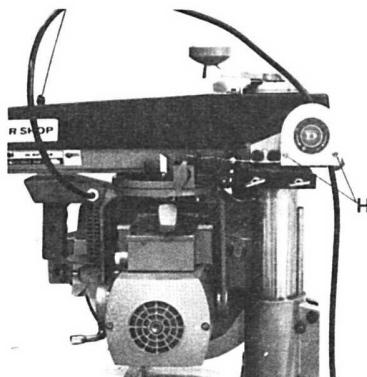

Fig. 25
Please note that the signs - or + indicate heavier or lighter spring tension of the automatic return device. For the adjustment proceed as follows: Unscrew the 2 screws (H) pressing carefully with one hand the cover against the return device and then rotate the cover in the wanted direction to the right if you want to increase the tension and to the left if you want to decrease it. (Fig. 25)
Notare sulla targhetta della scatola il segno + e — che indicano il senso di rotazione per ottenere una maggiore o minore potenza di ritorno della testa, la regolazione di detta potenza avviene come segue: Togliere le viti (H) facendo attenzione a mantenere con una mano il coperchio della scatola contro la scatola stessa e ruotare con cautela a destra o sinistra a seconda che si voglia una maggiore o minore potenza di ritorno, riavvitare quindi le viti (H). (Fig. 25)